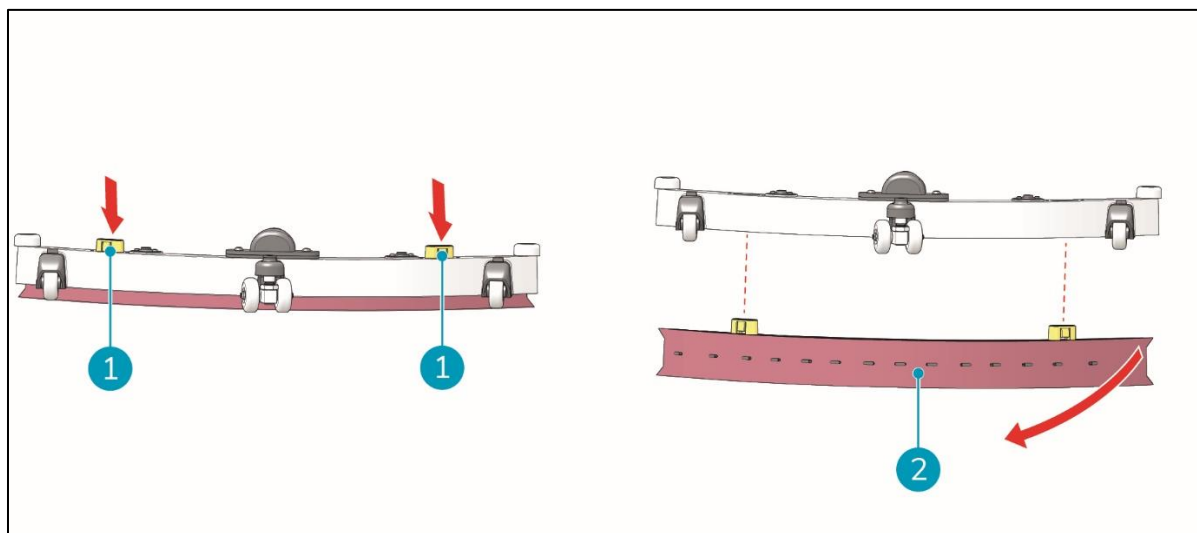

Figura 30
2. Quando a unidade tiver sido removida da plataforma de lavagem, prima simultaneamente os dois botões pretos na parte superior da unidade do rodo (Figura 30, pos. 1). O suporte das lâminas do rodo desprender-se-á da unidade das lâminas do rodo. Agora as lâminas do rodo estão expostas.
3. Puxar as lâminas de borracha do rodo dianteiro e traseiro dos encaixes metálicos do suporte (Figura 30, pos. 2).